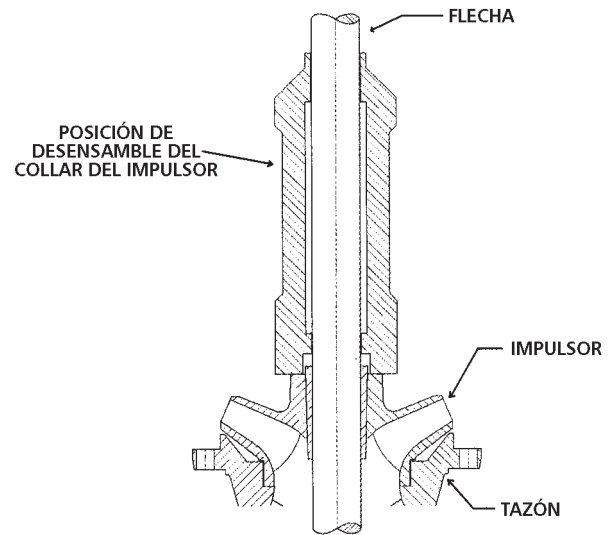

Figura 3 – Propulsor del collar de retención en posición de desensamble
- B. Jale la eje lo más que pueda y golpee el cubo del impulsor utilizando un propulsor de collar cónico o equivalente deslizando por la flecha bomba para separar el impulsor del collar de retención. *Vea la Figura 3.*